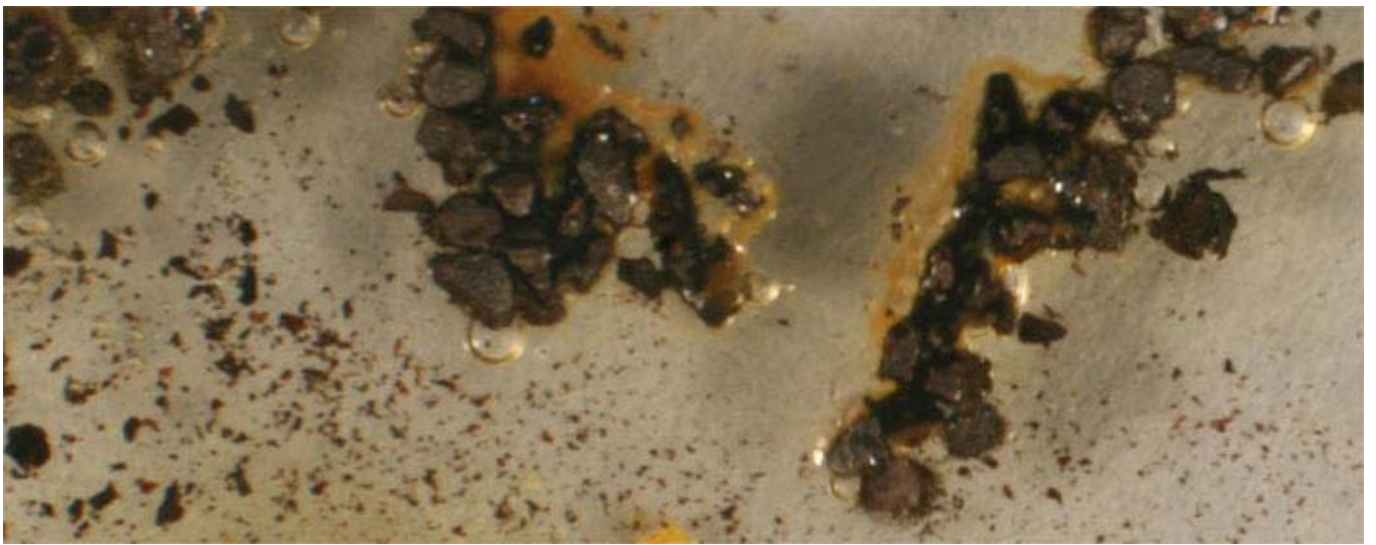

Fig.14
Si el hierro aumenta de superficie, como es el caso de usar granallas de hierro, enseguida surgen las burbujas de óxido de nitrógeno (I), en mucha mayor cantidad (fig. 14 y 15)